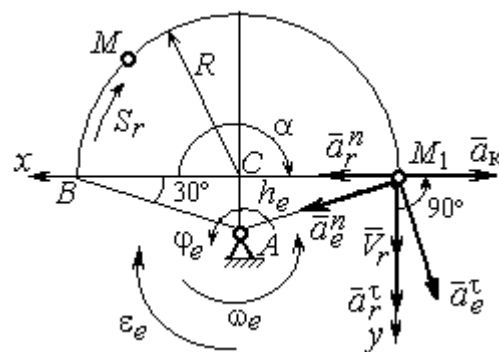

Рис. 3.8. Расчетная схема для определения абсолютного ускорения точки
ускорения  $\vec{a}_r^n$  направлен по радиусу диска к центру  $C$  (см. рис. 3.8).
Вектор  $\vec{a}_e^\tau$  переносного касательного ускорения точки в её положении  $M_1$  перпендикулярен линии  $AM_1$  и направлен противоположно вектору переносной скорости  $\vec{V}_e$  (см. рис. 3.8). Модуль переносного касательного ускорения:  $a_e^\tau = a_e^\tau = \varepsilon_e h_e = 24\sqrt{3} = 41,6 \text{ см/с}^2$ .
**Переносное нормальное ускорение**  $a_e^n$  рассчитывается по формуле:  $a_e^n = \omega_e^2 h_e$  и в момент времени  $t_1 = 1$  с  $a_e^n(1) = \omega_e^2(1)h_e = 6\sqrt{3} = 10,4$  см/с2. Вектор переносного нормального ускорения  $\vec{a}_e^n$  направлен по линии  $AM_1$  к оси вращения (см. рис. 3.8).
Так как вектор относительной скорости точки  $\vec{V}_r \perp \vec{\omega}_e$ , то по правилу Жуковского для определения направления ускорения Кориолиса достаточно повернуть вектор относительной скорости точки  $\vec{V}_r$  на  $90^\circ$  в сторону переносного движения вокруг оси, параллельной оси вращения и проходящей через точку  $M_1$  (см. рис. 3.8). Для определения абсолютного ускорения спроецируем на прямоугольные оси  $xM_1y$  (см. рис. 3.8) векторное равенство  $\vec{a} = \vec{a}_r^\tau + \vec{a}_r^n + \vec{a}_e^\tau + \vec{a}_e^n + \vec{a}_k$ . Получим:  $a_y = a_e^\tau \cos 30^\circ + a_e^n \cos 60^\circ + a_r^\tau = 97,9$  см/с2,  $a_x = -a_e^\tau \cos 60^\circ + a_e^n \cos 30^\circ + a_r^n - a_k = 228,4$  см/с2. Модуль абсолютного ускоре-